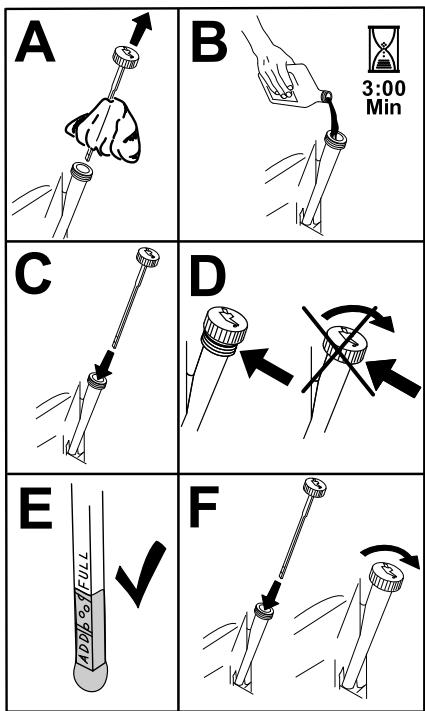

Figura 32
- Vierta lentamente un 80 % aproximadamente del aceite especificado por el tubo de llenado, luego añada lentamente el resto del aceite hasta que llegue a la marca de **Lleno** (Figura 32).